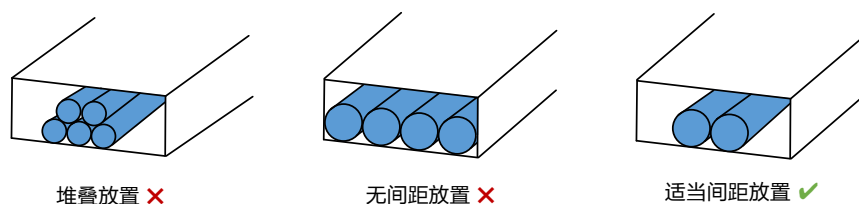

图5-1 线缆铺设后所占据空间
- 请保持线缆铺设后所占据的空间系数在 30% 以内，如 图5-1 所示。